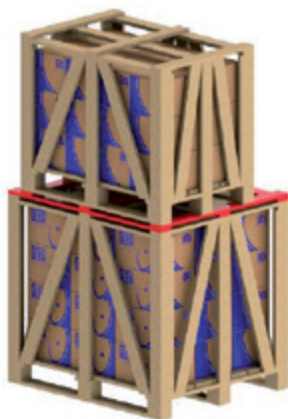

Figura 5.5 - Uso di doghe aggiuntive per l'impilamento
4) Per impilare un volume più piccolo su un volume maggiore, suggeriamo l'utilizzo di supporti aggiuntivi in legno trasversali (vedi Figura 5.5). Questa situazione si verifica normalmente con imballi di motori di carcassa superiore ai 225S/M IEC (364/5T NEMA).